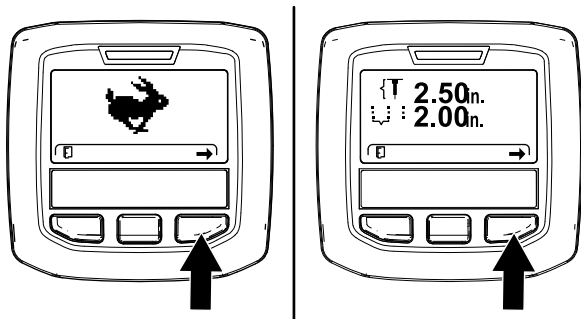
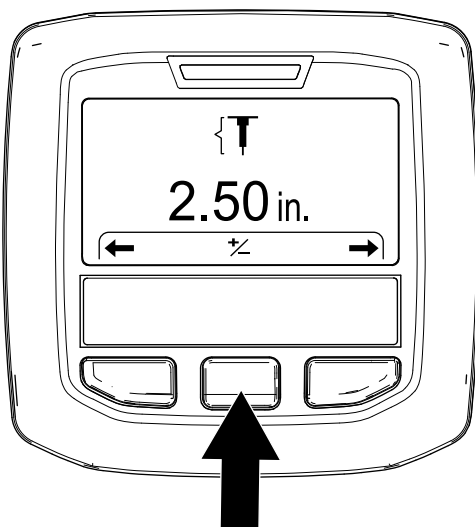

Figura 51
Figura 52
3. Pulse el botón derecho del InfoCenter hasta que se muestre la pantalla Setting the Hole Depth (Ajuste de la profundidad de las perforaciones) (Figura 51 y Figura 52).